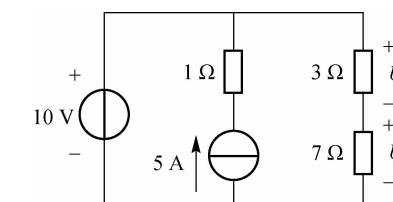

图 1-13
1. 求图 1-13 中的 U_1 、 U_2 。(8 分)